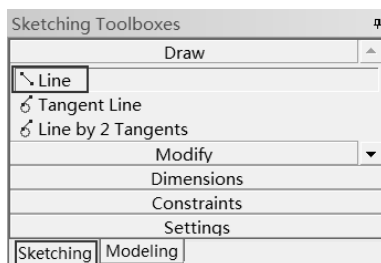

图 5-128 草图绘制选项
Step4：选择 Sketching Line 命令，如图 5-128 所示。